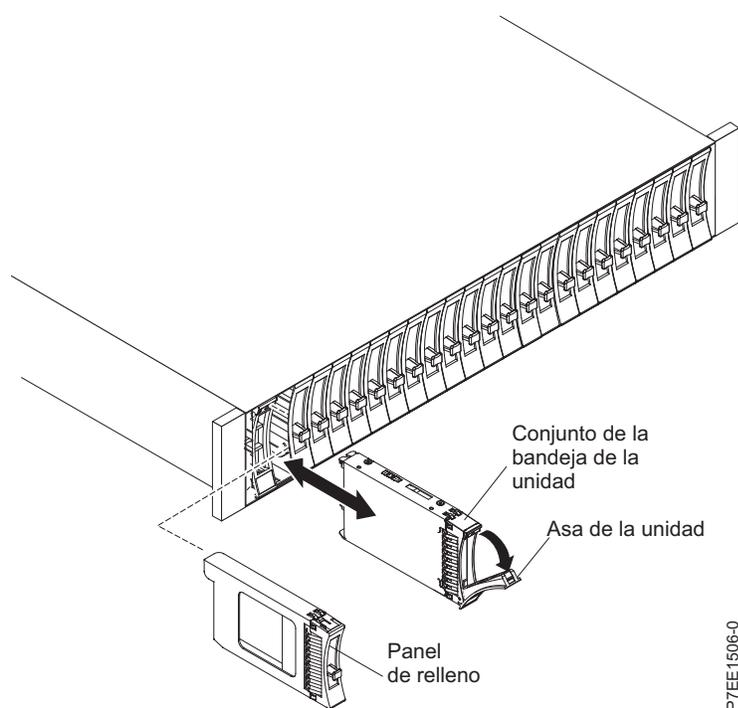

Figura 43. Extracción de una unidad del Alojamiento de unidad de disco 5887
5. Agarre la parte frontal de la unidad y tire de ella hacia fuera de la ranura, sujetándola por la parte inferior de la unidad, como se muestra en Figura 43.